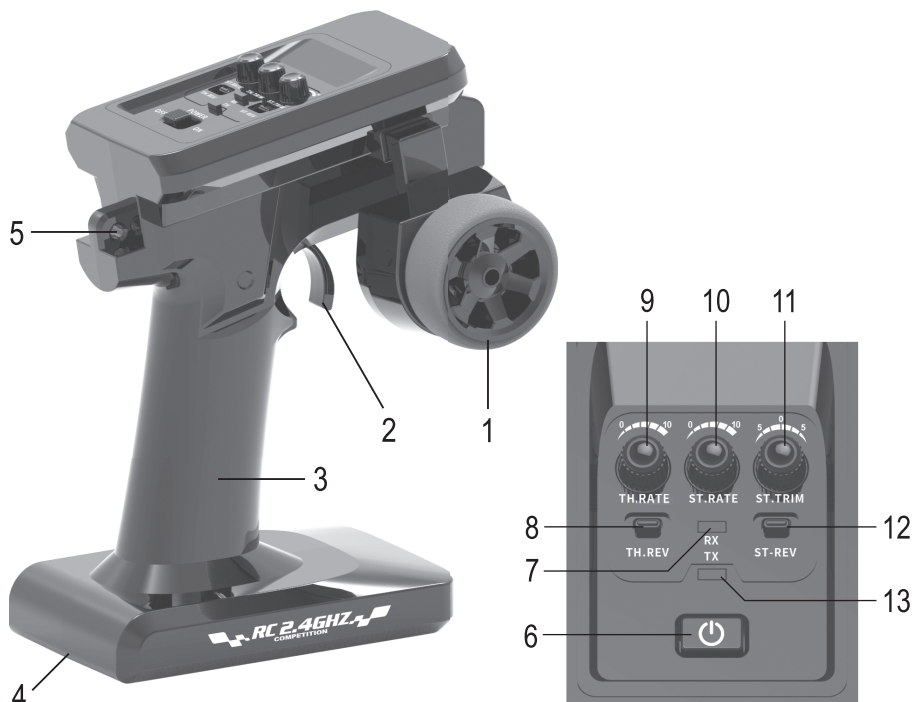

Figure 1
- Appuyez sur le bouton marche/arrêt (voir figure 1, pos. 6), la LED « RX » s'allume en rouge et la LED « TX » clignote en vert. Le véhicule peut ensuite être mis en marche. Lorsque l'émetteur se connecte au récepteur dans le véhicule, la LED s'allume en vert de manière permanente. Le véhicule réagit maintenant aux signaux de l'émetteur. Si la LED « RX » clignote en rouge, les piles/accus de l'émetteur sont déchargés et doivent être remplacés.
- Éteignez maintenant l'émetteur, appuyez sur le bouton marche/arrêt (voir figure 1, pos. 6). Les LED de l'émetteur s'éteignent.
Le volant (figure 1, pos. 1) permet de commander le servo de direction. Lorsque le volant est tourné vers la gauche (sens inverse des aiguilles d'une montre), le véhicule doit se déplacer vers la gauche en fonction de l'angle de rotation ; lorsqu'il est tourné vers la droite (sens des aiguilles d'une montre), il doit se déplacer vers la droite.
- Bouton rotatif « ST.TRIM » (figure 1, pos. 11) : Régler la position centrale/neutre du servo de direction (ou la marche en ligne droite du véhicule), voir chapitre 12.5
- Régulateur rotatif « ST.RATE » (figure 1, pos. 10) : Limitation du débattement maximal du servo de direction, voir chapitre 12.6
- Commutateur d'inversion « ST.REV » (figure 1, pos. 12) : Inversion du sens pour la fonction de direction, voir chapitre 12.7
Le levier d'accélération (figure 1, pos. 2) permet de commander le régulateur de vitesse. Si vous tirez le levier d'accélération vers la poignée, le véhicule doit avancer (la vitesse dépend de la position du levier). Si vous éloignez le levier d'accélération de la poignée, le véhicule doit rouler en marche arrière.
- Régulateur rotatif « TH.RATE » (figure 1, pos. 9) : Limitation de la vitesse, voir chapitre 12.8
- Commutateur d'inversion « TH.REV » (figure 1, pos. 8) : Inversion du sens pour la fonction de conduite, voir chapitre 12.9
Le bouton rotatif « ST.RATE » (figure 1, pos. 10) permet de limiter l'angle de braquage maximal, ce qui permet de mieux piloter le véhicule lors de déplacements rapides, car il réagit avec plus de sensibilité.
Le commutateur à glissière « ST » (figure 1, pos. 12) permet d'inverser le sens de déplacement du servo de direction (par ex. si vous tenez l'émetteur avec la main droite et le dirigez avec la main gauche).
Le bouton rotatif « TH.RATE » (figure 1, pos. 9) permet de régler la vitesse de conduite maximale. Une vitesse maximale faible (tourner le bouton de rotation vers la gauche dans le sens antihoraire) est idéale pour les débutants afin qu'ils se familiarisent avec le véhicule.
Normalement, le véhicule doit avancer lorsque vous tirez le levier d'accélération vers la poignée sur l'émetteur. Si ce n'est pas le cas, vous pouvez inverser le sens de déplacement de l'entraînement à l'aide du commutateur à glissière « TH.REV » (figure 1, pos. 8).
- Placez les boutons rotatifs « TH.RATE » (figure 1, pos. 9) et « ST.TRIM » (figure 1, pos. 11) en position centrale.
- Tournez le bouton rotatif « ST.RATE » (figure 1, pos. 10) jusqu'à la butée complètement vers la droite dans le sens horaire.